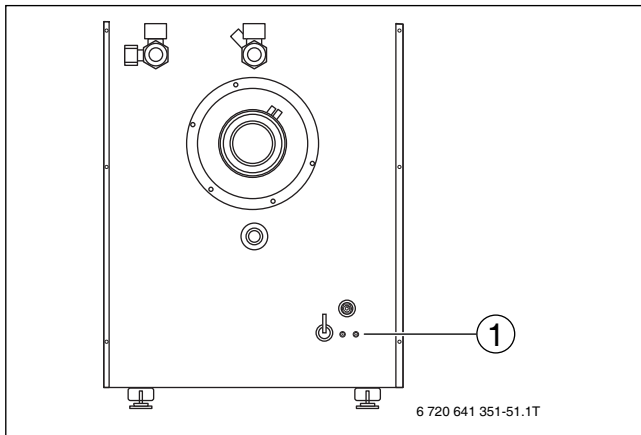

Bild 33 Schrauben an der Kesselrückwand
- 2 Schrauben (→ Bild 33, [1]) an der Kesselrückwand entfernen.